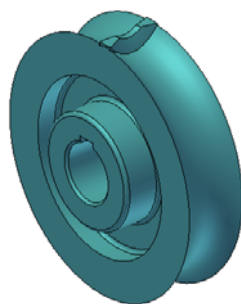

图 8-56 完成拉伸后零件
③单击【确定】按钮完成拉伸，隐藏工作平面，此时零件如图 8-56 所示。